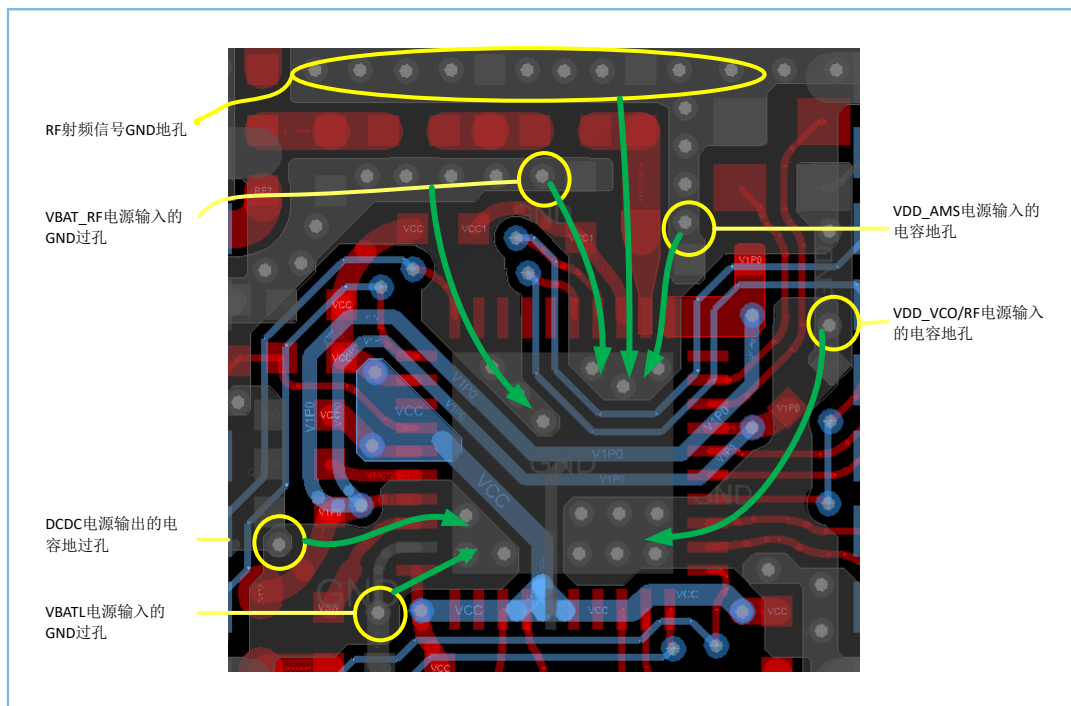

图 4-14 QFN40电源和GND走线参考设计
2. 图 4-14 为以QFN40封装为例的电源和GND走线参考设计，黄色圈出的GND过孔主要为电源和RF信号回流路径的过孔。这些GND过孔需要通过BOTTOM面的铜皮与芯片散热PAD连接，且保证足够宽且路径短（如图 4-14中绿色箭头所示）。